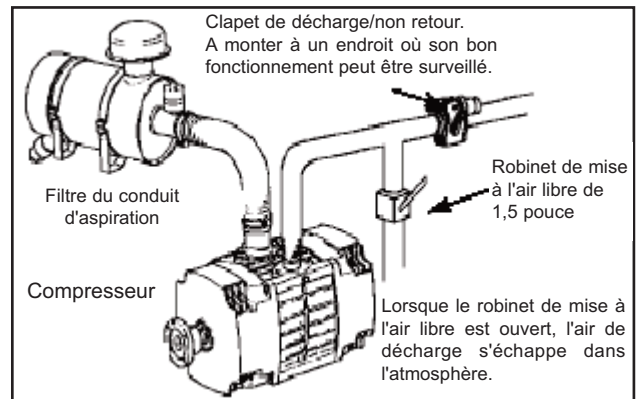

Figure 8- Installation habituelle du compresseur
3. Le compresseur DOIT avoir un clapet de décharge de taille convenable installé environ 30 pouces [75 cm] après le refoulement du compresseur ; voir la figure 8.